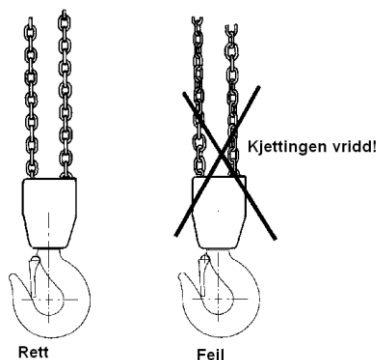

Fig. 3: Kjettingen må ikke være vridd
- Lastekjettingen må ikke ha knekk eller være vridd. For flerparts kjettingtaljer er det fare for at kjettingen blir vridd ved at underblokken vis gjennom kjettingslyngen. Dette skjer vanligvis ved ommontering eller flytting av kjettingtaljen mellom ulike arbeidssteder. Se fig. 3.